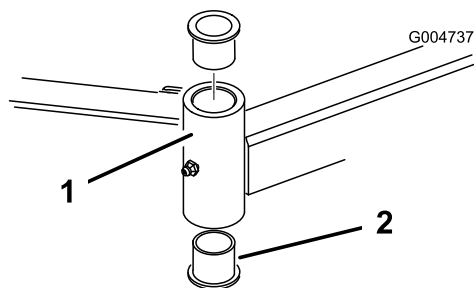

Figura 112
4. Inserite un punteruolo nella parte superiore o inferiore del tubo di fissaggio, e spingete la boccia fuori del tubo (Figura 112).